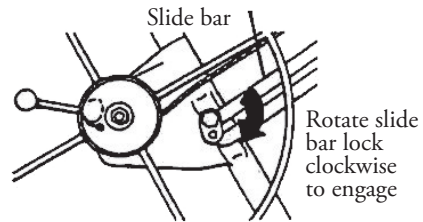

Bild. 6
- Tryck vinschen lite bakåt mot stativet. Detta kopplar automatiskt in glidskenelåset så att vinschen hålls helt utdragen. (Bild 6)